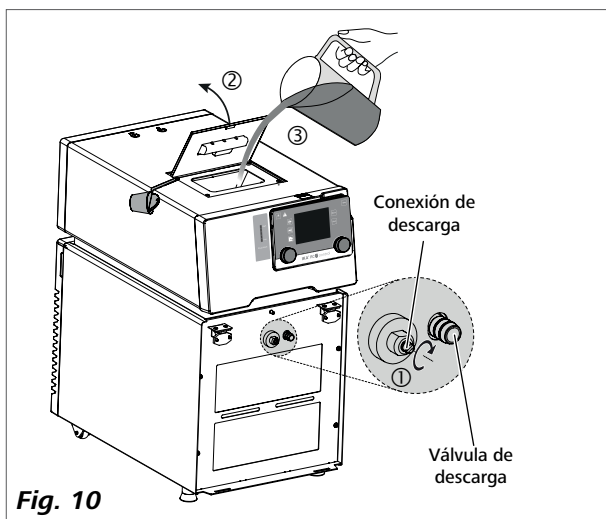

Fig. 10
- Asegúrese de que la válvula de descarga esté cerrada (Gire hacia la derecha hasta el tope; consulte la Fig. 10).